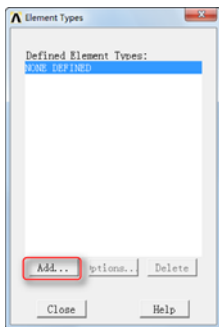
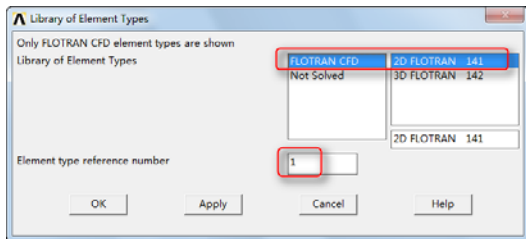

图 8-5 “Element Types”对话框
图 8-6 “Library of Element Types”对话框
①指定单元类型：依次选择 Main Menu→Preprocessor→Element Type→Add/Edit/Delete，会弹出“Element Types”对话框，如图 8-5 所示。
②单击“Add”按钮，会弹出“Library of Element Types”对话框。
③在“Library of Element Types”列表框中选择“FLOTRAN CFD”和“2D FLOTRAN 141”，在“Element type reference number”输入框中输入 1，如图 8-6 所示。单击“OK”按钮关闭“Library of Element Types”对话框。